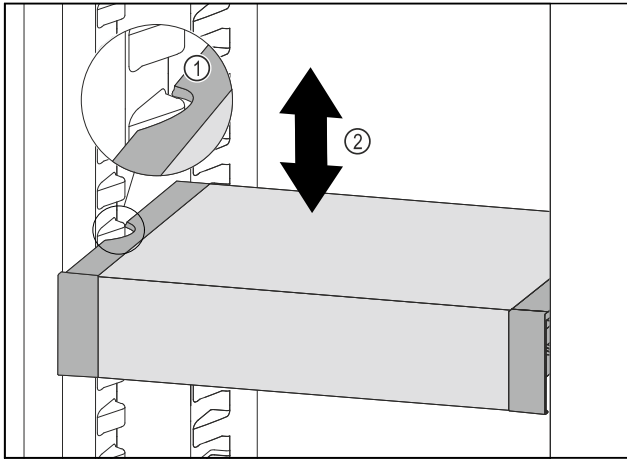

Fig. 84
- ▶ VarioSafe nach vorne ziehen, bis sich die seitlichen Aussparungen des VarioSafes auf Höhe der Behälterrippe im Kühlteil befinden. Fig. 84 (1)
- ▶ VarioSafe im Kühlteil nach oben oder unten bewegen, bis gewünschte Höhe erreicht ist. Fig. 84 (2)